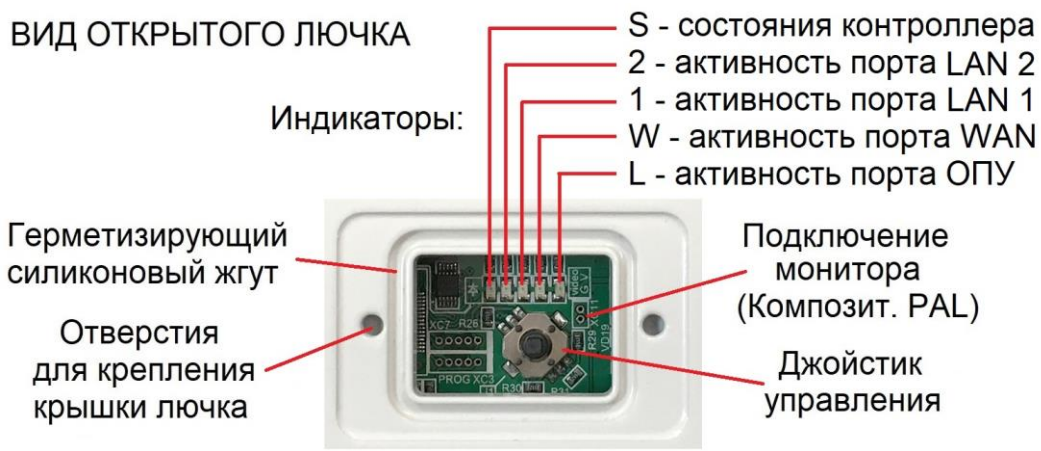

Рис. 5.3.1 Внешний вид ОПУ и назначение элементов конструкции, вид служебного лючка и назначение его компонентов
5.3 Внешний вид ОПУ и назначение элементов конструкции, вид служебного лючка и назначение его компонентов приведены на рис. 5.3.1.